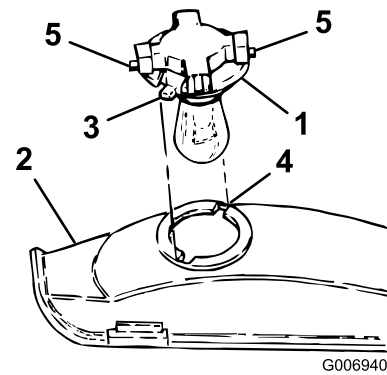

Figure 32
3. Dévissez l'embase d'un quart de tour dans le sens anti-horaire et enlevez-la du réflecteur (Figure 32).
4. Alignez ces languettes (Figure 32) et les fentes du réflecteur, introduisez l'embase dans le réflecteur et vissez-la à fond d'un quart de tour vers la droite.